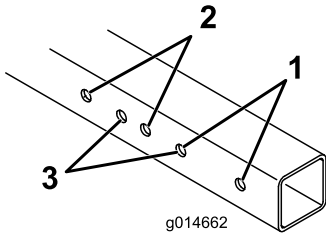

図 2
1. 図2を参照して、お使いのグリーン用芝刈り機の幅に合うフレーム取り付け穴の位置を確認してください。